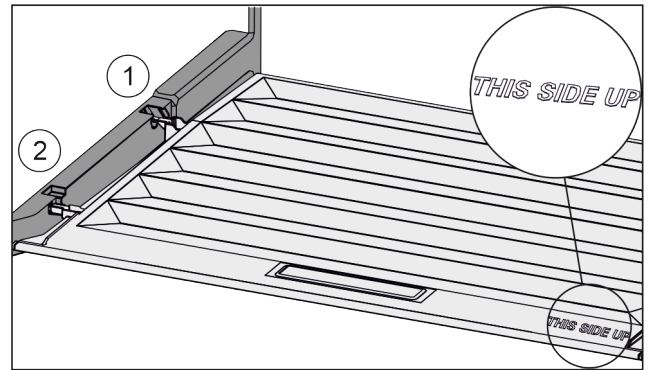

Fig. 37
- ▶ Deckelstege über Öffnung der hinteren Halterung Fig. 37 (1) einführen und vorne in Halterung Fig. 37 (2) einrasten.